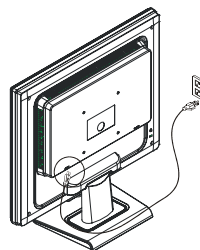

Figura 1-6
1. ConectarConecte el cordel de alimentacióncable de suministración al monitor LCD. (refiere a la Figura 1-6)